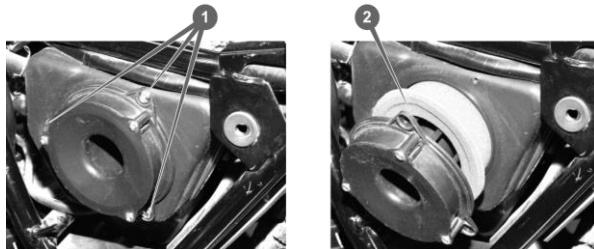

Рисунок 6.5. Повітряний фільтр і фільтрувальний елемент
Підтримка повітряного фільтра в чистоті – це необхідна умова для забезпечення нормальної роботи двигуна. На кожні 1000 км їзди потрібно хоча б один раз очистити повітряний фільтр. Якщо мотоцикл експлуатується на запорошених дорогах, потрібно очищувати повітряний фільтр частіше. Щоб замінити фільтр, відкрутіть 3 шурупи (1) (див. рис.6.5) та після заміни закрутіть їх у зворотній послідовності.
На мотоциклі встановлений повітряний фільтр сухого типу (див. рис. 6.5.).
- відкрутити болти (1) кришки фільтра (див. рис. 6.5.), зняти кришку і витягти фільтрувальний елемент;